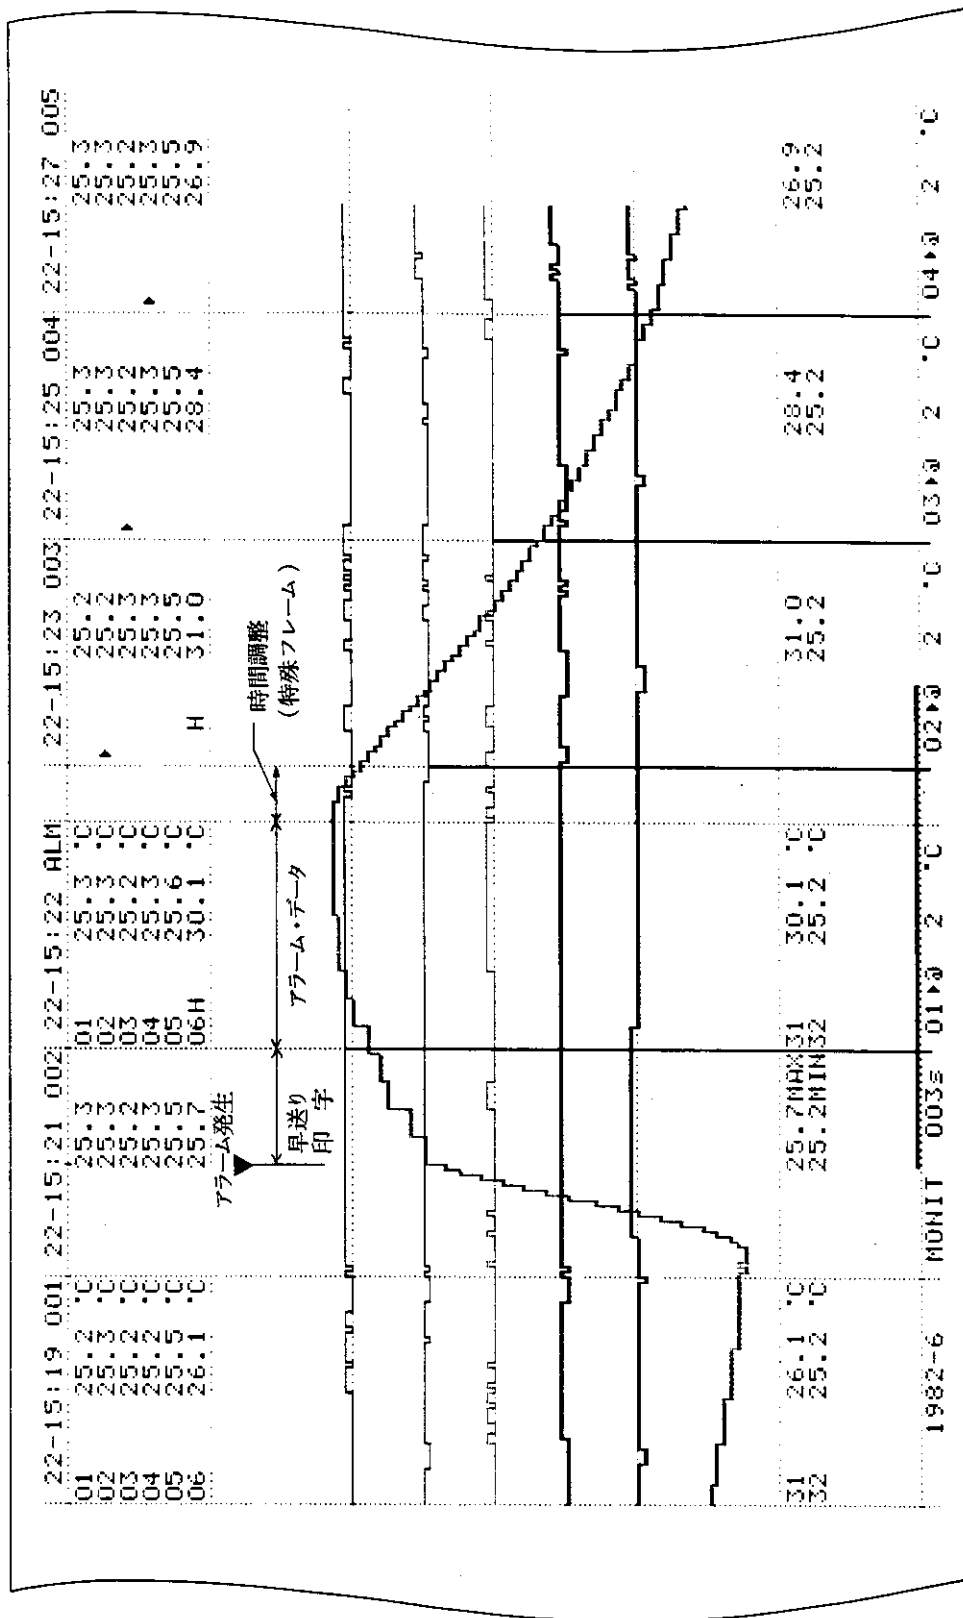

図 4-22 印字例20 : アラームが続けて発生した場合
- **M/AL** (Monitor/Alarm) モード、または **L/M/AL** (Log/Monitor/Alarm) モードを設定してある場合で、特殊フレームを印字していない時は、早送り印字動作に切換わってから、まず現在実行中のフレームを印字し、その後アラーム・フレームにすべてのチャンネルのデータを印字します。アラーム・フレームの印字が終了しますと再び通常の印字速度に戻り、特殊フレームを記録します。〔図 4-22〕参照